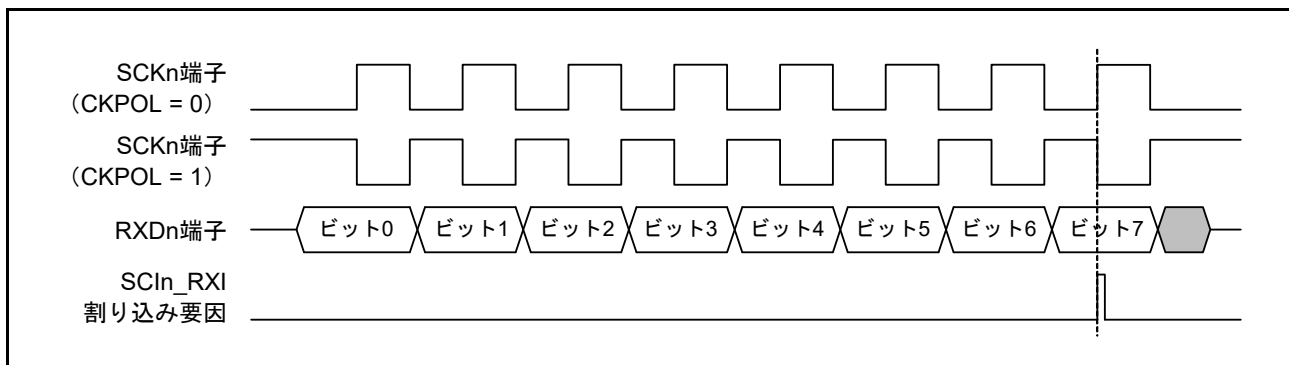

図 32.79 簡易 SPI モードにおける SCIn_RXI 割り込みの発生タイミング (クロック遅れあり)
- クロック遅れありの設定 (SPMR.CKPH ビット = 1) では、図 32.79 に示すように、SCKn 端子の最終クロックエッジ手前のクロックエッジで受信データフル割り込み (SCIn_RXI) が発生します。SCR.TE ビットと SCR.RE ビットを SCKn 端子の最終クロックエッジより前に 0 にすると、SCKn 端子出力がハイインピーダンスとなり、送受信クロックの最後のクロックパルス幅が短くなります。また、SCIn_RXI 割り込みの発生によって、SCKn 端子の最終クロックエッジより前に接続先スレーブの SSn 端子入力信号が High になった場合、スレーブが誤動作する可能性があります。